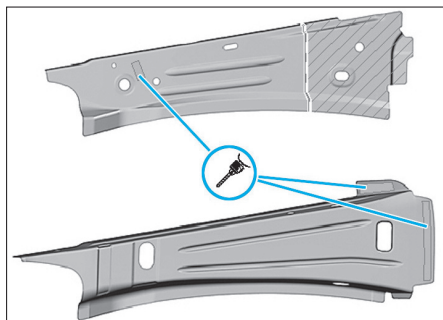

FIG. 10
- Préparer les zones d'accostage (Fig.10).